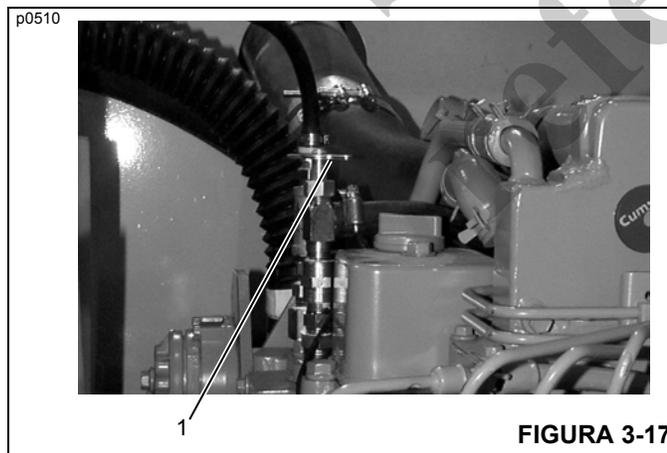

FIGURA 3-17
**NOTA:** Cuando utilice el calefactor, asegúrese de que la válvula de corte (1, Figura 3-17) en la línea de suministro de agua caliente del motor esté abierta.